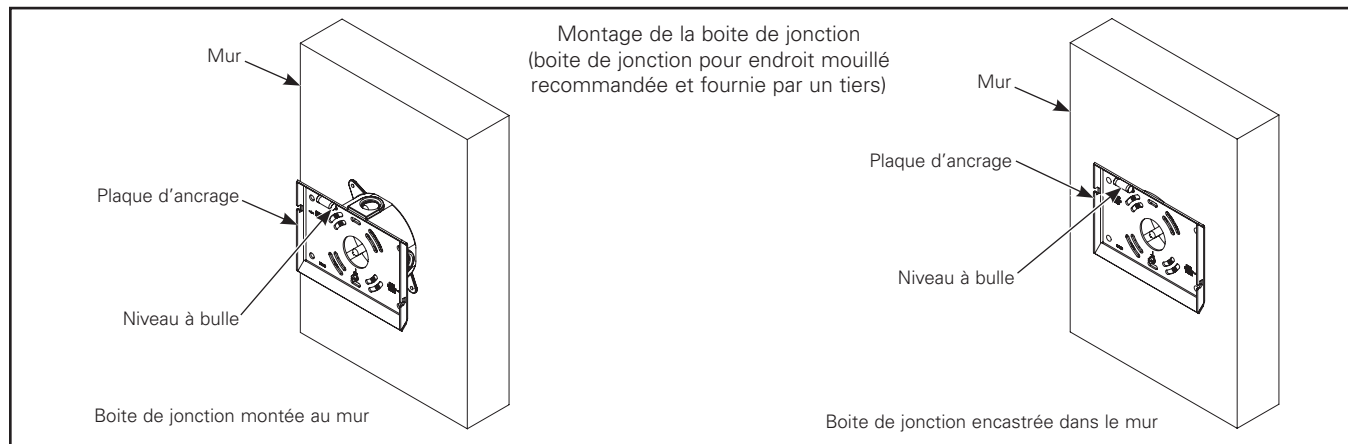

Figure 2.
2. Fixez la plaque d'ancrage au mur ou à la boîte de jonction (Figure 2). La plaque d'ancrage doit être montée avec de la quincaillerie pouvant supporter un poids du luminaire jusqu'à 11,3 kg (25 lb).